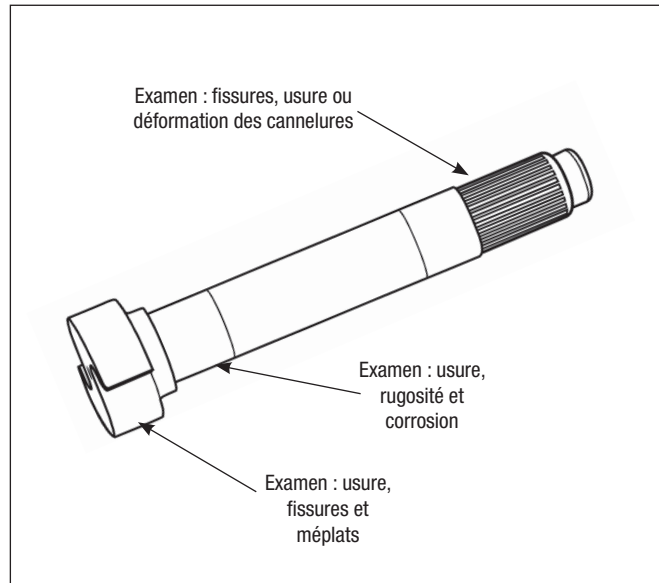

Figure 37 – Examen de l'arbre-came
1. Cf. Figure 37. Vérifier le bout cannelé (fissures, usure, déformation des cannelures). Remplacer au besoin.